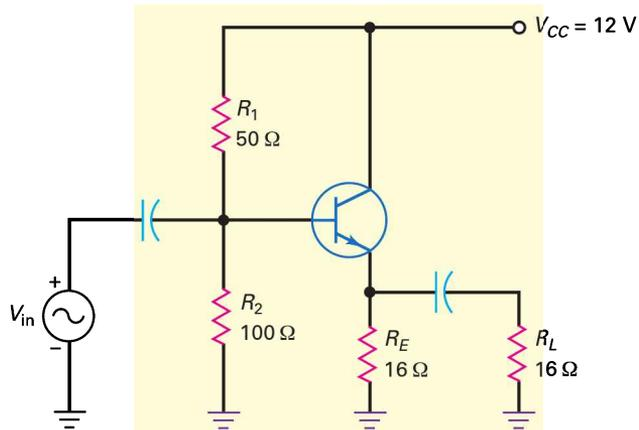

Figure 10.13
Quelles sont les valeurs de I_{CQ} , V_{CEQ} et r_e à la figure 10.13 ?
10.6 Avez-vous compris ? À la figure 10.13, changer R_1 en 100Ω et trouver I_{CQ} , V_{CEQ} et r_e .
Donner les points de saturation et de blocage de la figure 10.13. Trouver la tension de sortie MPP.
10.7 Avez-vous compris ? À la figure 10.13, si $R_1 = 100 \Omega$, trouver sa valeur MPP.